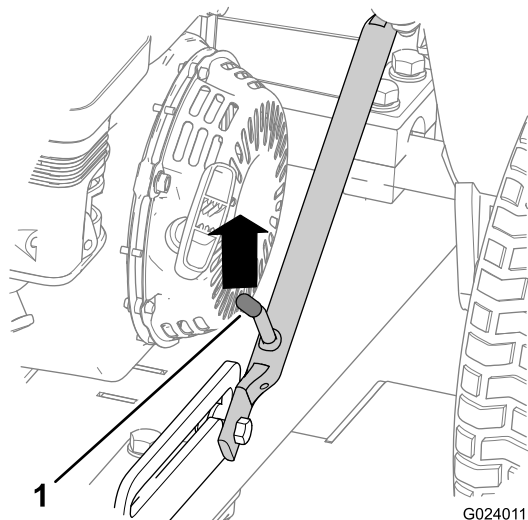
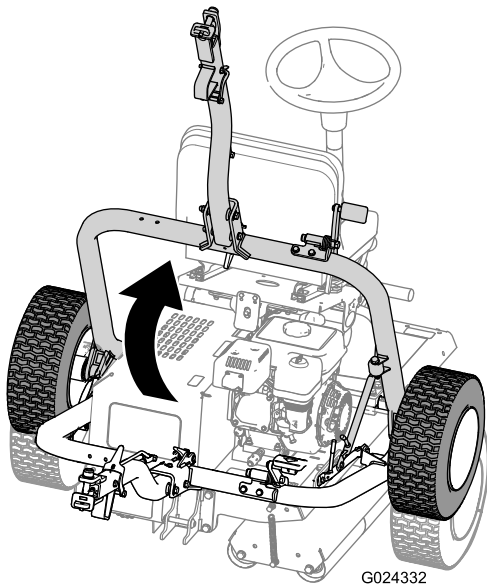

图24
图28
- A. 向上推动挂钩组件，直至闩锁杆从滑块锁销中松开（图24）。
- D. 提起挂钩（图28）、直到闩锁杆锁入滑块锁销（图24）。